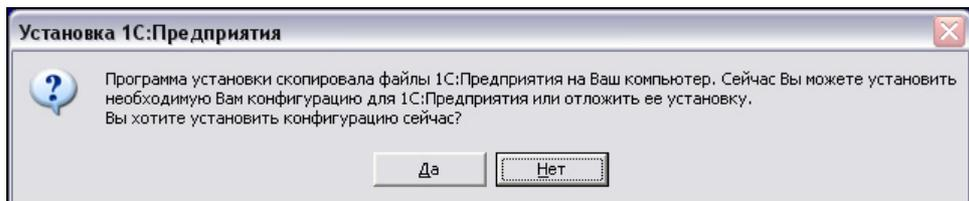

Рис. 1.8. Установка конфигурации
11. После этого начинается копирование файлов, по завершении которого появится вопрос, установить ли конфигурацию сейчас или отложить ее установку (рис. 1.8). Я обычно отказываюсь и устанавливаю конфигурацию вручную, но можно установить и сразу.